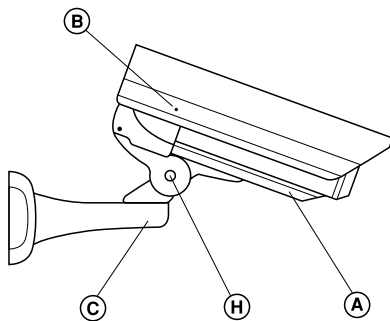

Fig. 4
7. Sfondare la membrana dei gommini pressacavi (E) che si vogliono utilizzare (due per cavi \varnothing 7~9mm e due \varnothing 9~12mm (Fig. 4).
11. Posizionare il tutto nella direzione voluta procedere al fissaggio dello snodo avvitando le viti (C) ed (H) con chiave esagonale da 6mm (Fig. 4).
12. Richiudere la custodia procedendo in senso inverso all'apertura (riposizionare il corpo, collegare la messa a terra, fissare il corpo al fondo, bloccare la vite (A) della slitta esterna).